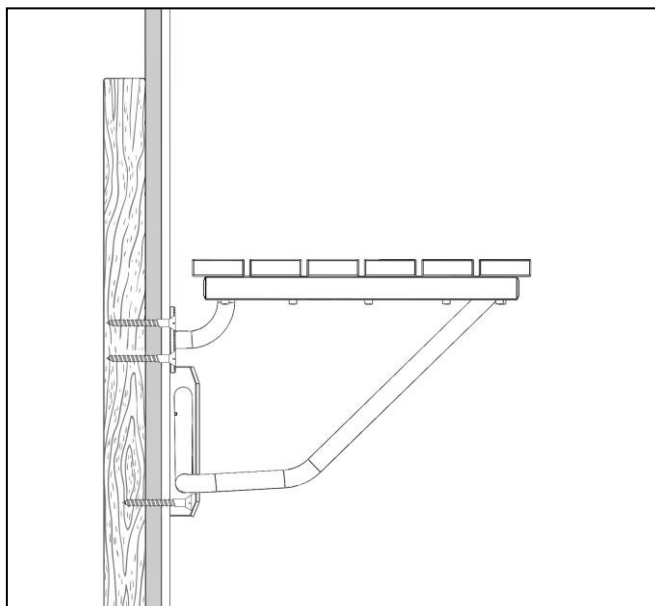

Figure 3
4. Ajustez au mur la position de **la fixation du guide (N° 05)** pour l'aligner avec les trous. Vissez au mur **la fixation du guide (N° 05)** avec les 4 vis **ST5x70mm (N° 06)**. Serrez à fond toutes les vis et testez le fonctionnement du siège. Le siège peut maintenant être utilisé. (Consultez Fig. 3)